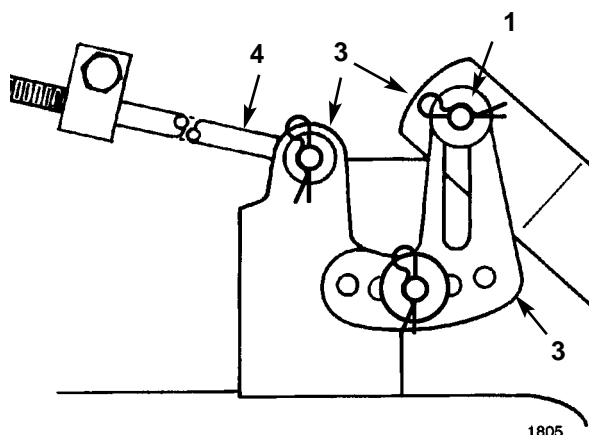

Fig. 41
8. Togliete la coppiglia a forcina e la rondella dalla staffa di livello del tosaerba, in alto (Fig. 41). Ora rimuovete la staffa dal perno di montaggio. Ripetete questa operazione sul lato opposto del tosaerba.
9. Togliete la coppiglia a forcina e la rondella dall'estremità dall'asta lunga (Fig. 41). Ora estraete l'asta dall'attacco del tosaerba. Ripetete questa operazione dal lato opposto del tosaerba.